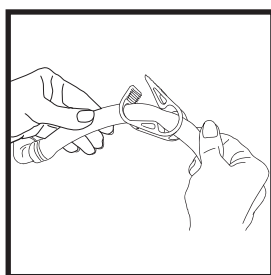

Abb. 2a
- Die Klemmen an den Verbindungsschläuchen sind geöffnet (Abb. 2a).